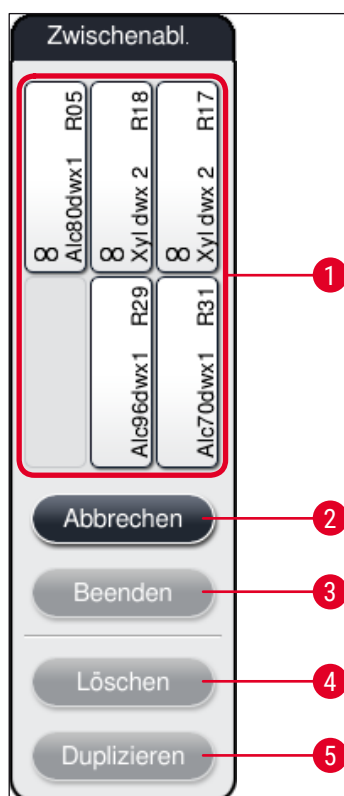

Abb. 63
- Nach dem Bestätigen öffnet sich die **Zwischenablage** (→ "Abb. 63"), in die bis zu 6 Reagenzstationen (→ "Abb. 63-1") verschoben werden können.